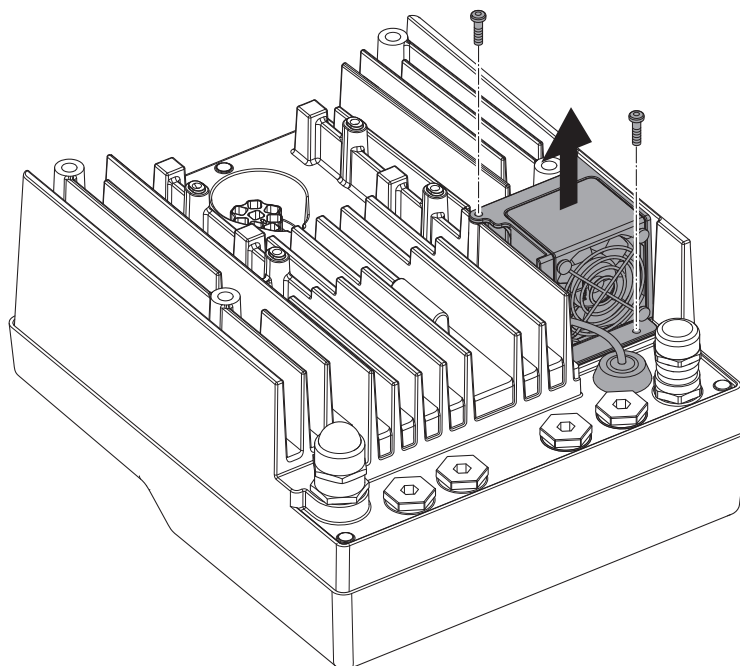

Fig. 47: Demontaż filtra modułu
- Odkręcić śruby wentylatora modułu (Fig. 47).